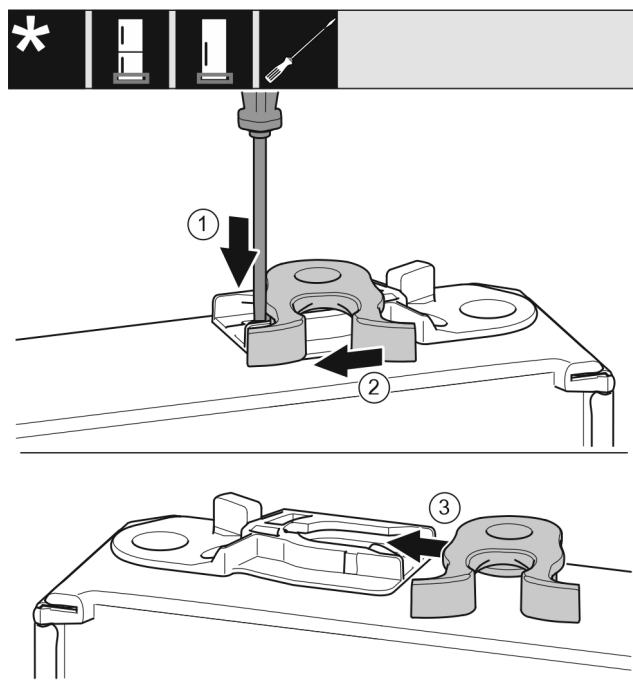

Fig. 46 *
- Strip Fig. 46 (1) met een platte schroevendraaier omlaag drukken.*
- Sluithaak Fig. 46 (2) uit de geleiding trekken.*
- Sluithaak Fig. 46 (3) aan andere zijde in geleiding schuiven.*